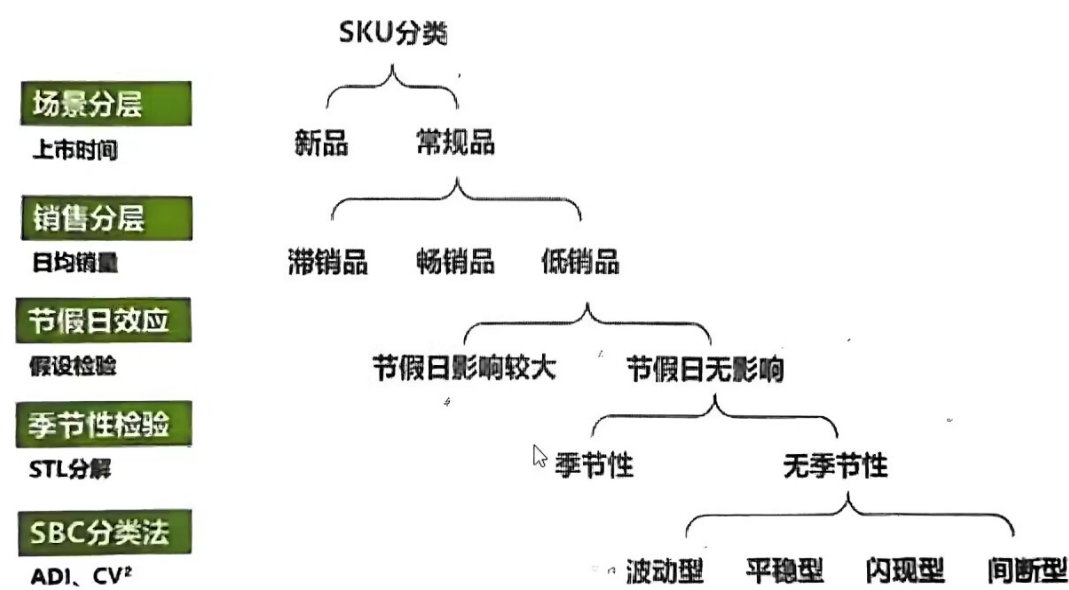

图 15 分类优化
1. 根据图15, 我们团队的分类还需要进一步优化和改进。在对时间序列进行简单分类之后，可以进行预测模型的选择及组合，不同类型的时间序列选择不同的“模型池”，再通过模型的自动筛选及组合机制将模型池里的算法模型预测结果进行组合。这会让预测结果更加准确。